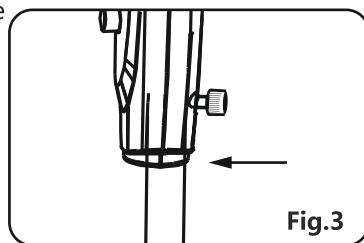

Fig.3
5. Per fissare l'unità principale al palo interno, allentare la vite a testa zigrinata nella parte inferiore dell'unità principale. Posizionare l'unità principale sul palo interno e serrare la vite a testa zigrinata. (Fig.3)